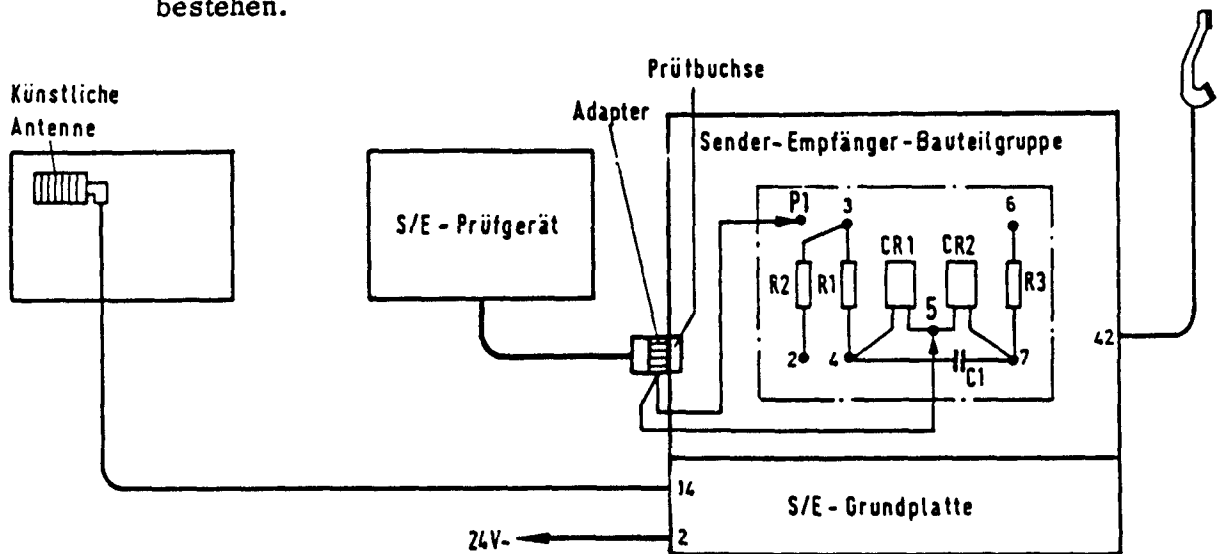

Bild 32. Meßaufbau
4.5.1.2. Einstellen der Röhre V 1 (6111) (Bild 32)